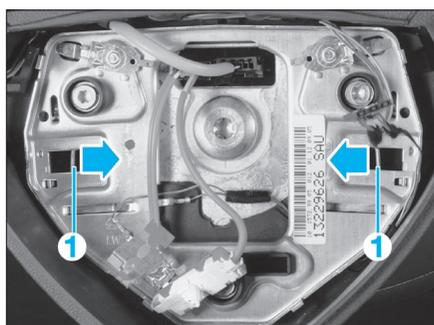
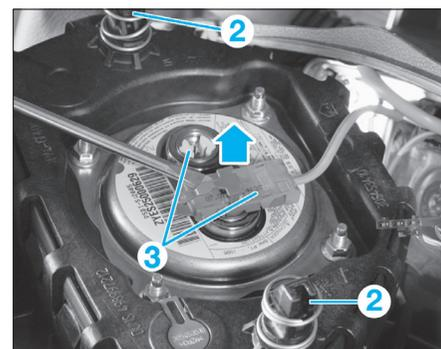

FIG. 3
FIG. 4
- Écarter le ressort (1) (fig. 3) du crochet gauche (2) (fig. 4) d'airbag puis tirer avec précaution sur l'airbag pour le dégager.
- Retirer le module de son emplacement, puis débrancher les deux connecteurs (3) (fig. 4).